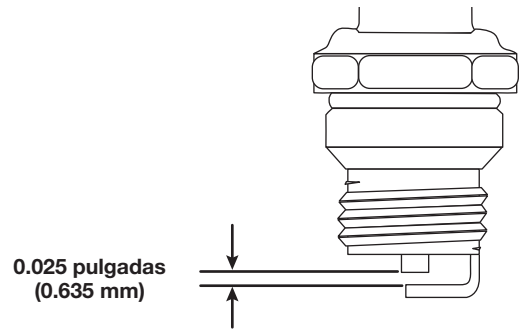

Fig. 21
4. Use un calibrador de hoja para ajustar abertura de la bujía a **0.025 pulgadas (0.635 mm)** (Fig. 21).